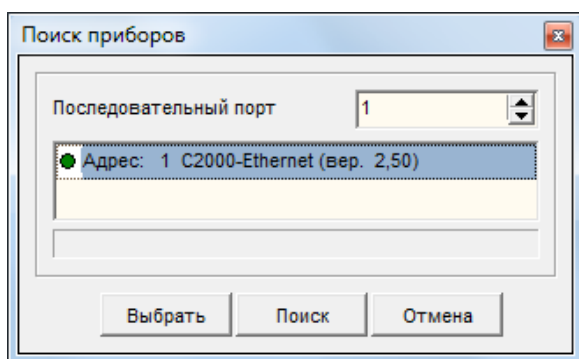

Рисунок 3. Поиск приборов.
- 3) Запустить программу UPROG. Выполнить пункт меню «Прибор→Чтение конфигурации из прибора». Откроется окно поиска приборов (см. рисунок 3). В этом окне указать номер COM-порта, к которому подключен «С2000-Ethernet». Нажать кнопку «Поиск» и выполнить поиск приборов. Список найденных приборов выводится в окно программы.